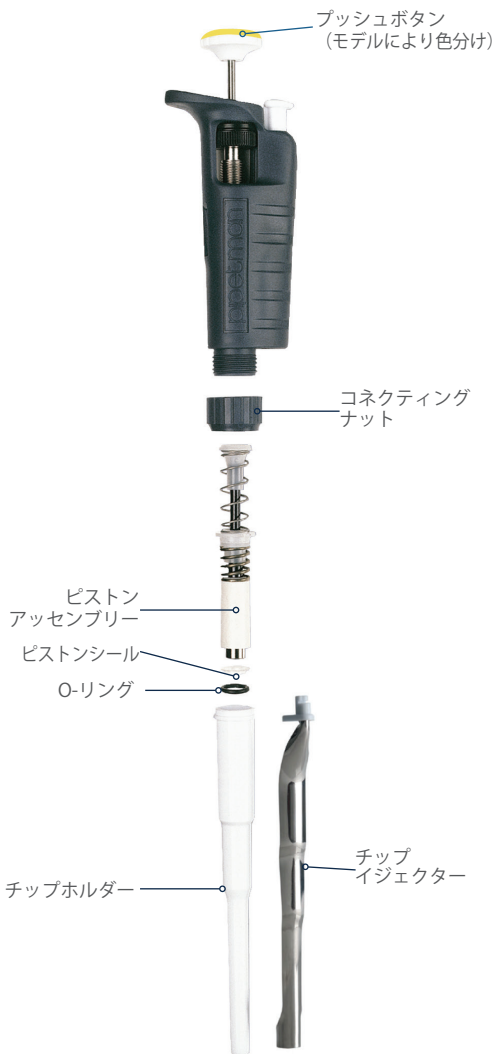

図7
1. 図7 "ピストンアッセンブリー (分解図)" (16ページ)に従ってピペットを分解します。
6. 図7 "ピストンアッセンブリー (分解図)" (16ページ)に従ってピペットを組み立てます。